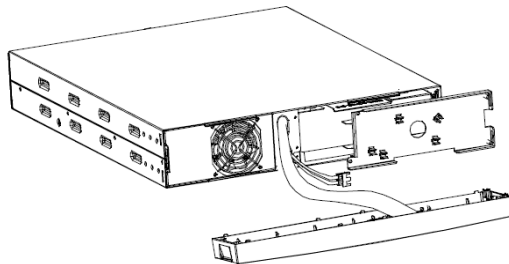

Abbildung 13: Entfernen der Batterieabdeckung
3. Entfernen Sie die Batterieabdeckung (siehe Abbildung 13).